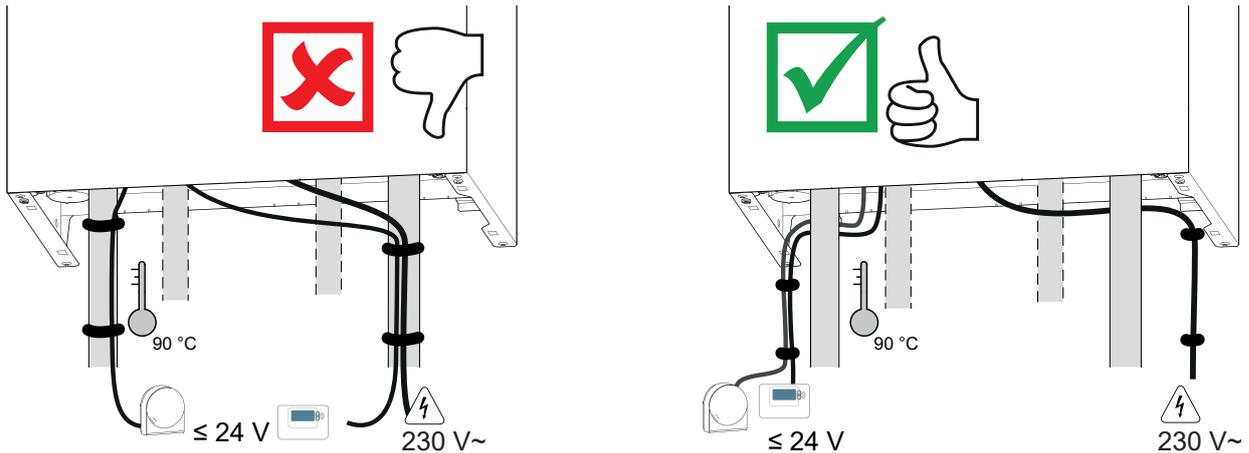

fig. 19 - Chemin de câbles
- Effectuer les raccordements suivant les schémas (fig. 19 et fig. 21).